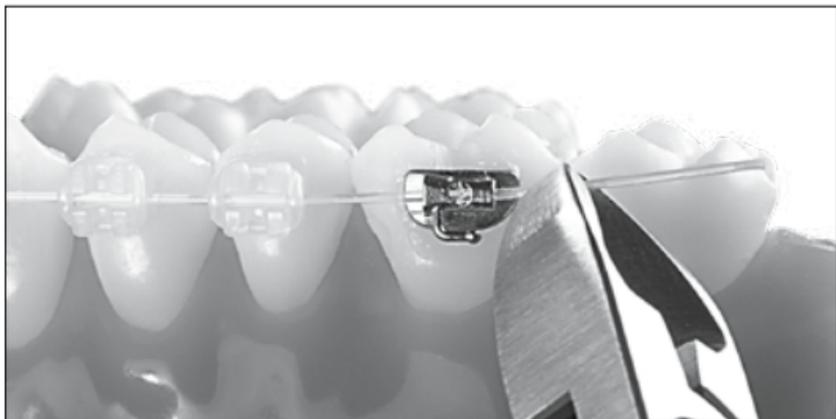

Abb. 3: Bogen leicht überstehend abschneiden.
- Schneiden Sie das Bogenende nach der Platzierung im bukkalen Molarenröhrchen etwas überstehend ab. Verwenden Sie zum Schneiden einen Ligaturenschneider (z.B. REF 014-151-00), keinen Distal-Schneider (Abb. 3).